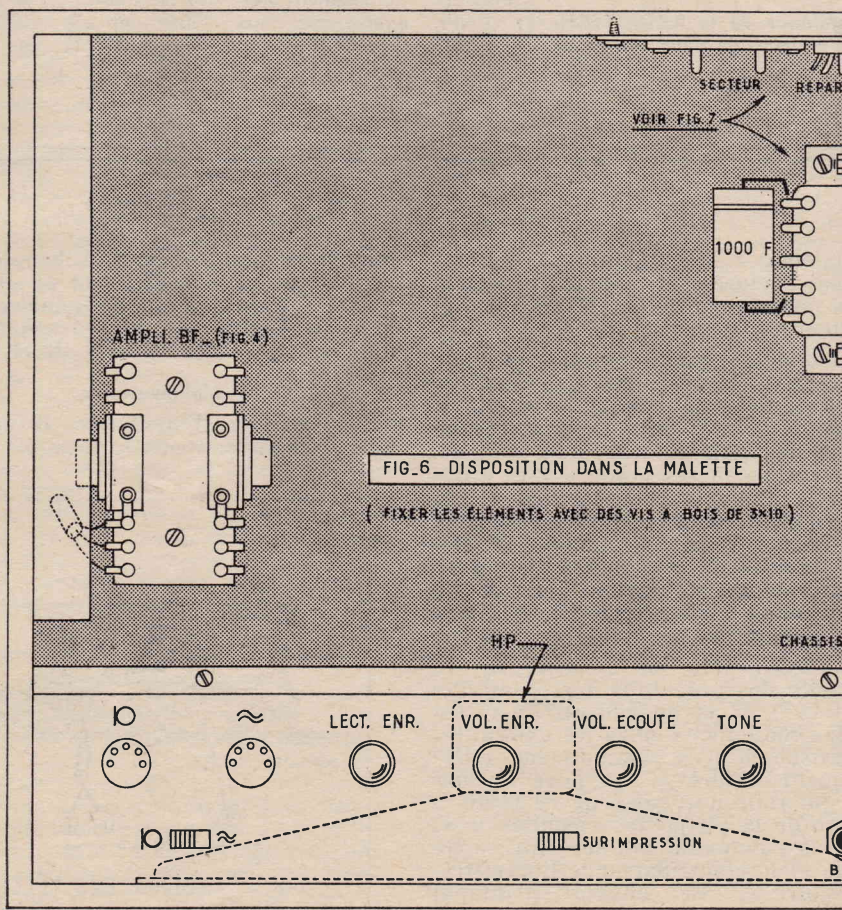

FIG. 6. DISPOSITION DANS LA MALETTE
montre la figure 6. On fixe l'ampli BF sur le fond de cette mallette et on établit les liaisons avec : le potentiomètre de volume « Lecture », le potentiomètre de tonalité (K), la prise HPS (R et S).
tent à l'intérieur de la mallette comme montrent les figures 6 et 7. Le câblage effectuel est celui de la figure 7. Vous n'oubliez pas que les diodes 1WE2 et le condensateur de 1 000 μ F sont soudés sur le transformateur. On établit les liaisons entre le primaire, la prise secteur, le répartiteur et l'interrupteur du potentiomètre de tonalité puis celles avec le relais du châssis principal et avec l'ampli BF.
Dans le voltmètre électronique le principe est simple que l'on puisse concevoir, les tensions à mesurer seront appliquées à la grille de commande (fig. 6) et on opérera la modification consécutive du courant anodique sur l'instrument de mesure inséré dans la plaque : la lecture sera en principe, grâce à la transparence de la notion de pente, (variation du courant de la plaque, en fonction des variations de tension de la grille de commande, fig. 6).
Ce simple énoncé entraîne deux conséquences essentielles qui font abandonner de tels montages sous une forme aussi simple. Les possibilités de lecture sont celles du recul de grille de la triode employée (fig. 7) et toute tension positive dépasserait entraînerait l'appareil d'un courant-grille ; s'il en découle, nous le comprenons et le savons, nous n'avons pas moins une chute de tension qui fausse toute lecture, cette chute serait d'autant plus désastreuse que la résistance de la grille qui se place dans sa totale parallèle (fig. 6-b) sur les électrodes